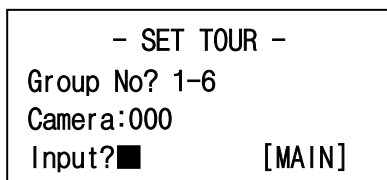

図3-39
**Tour 設定モード:** Set key → Tour key(図3-39)